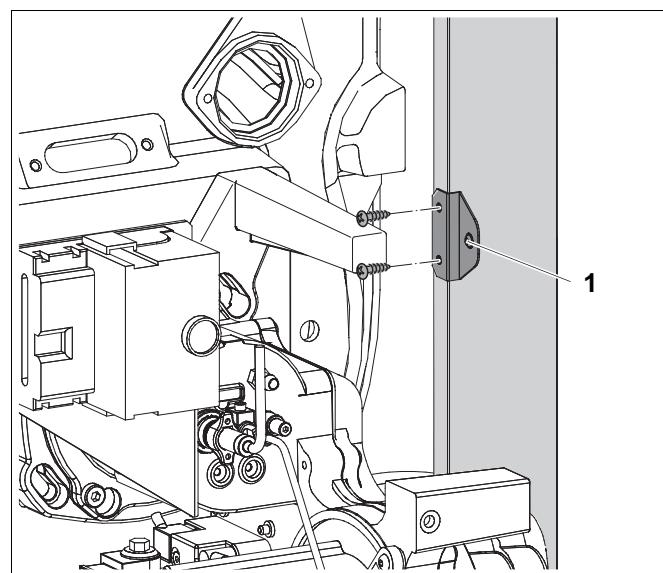

Рис. 43 Установка уголка на боковых стенах
- Установить уголок для крепления кожуха горелки на боковой стенке слева и справа (→ Рис. 43).